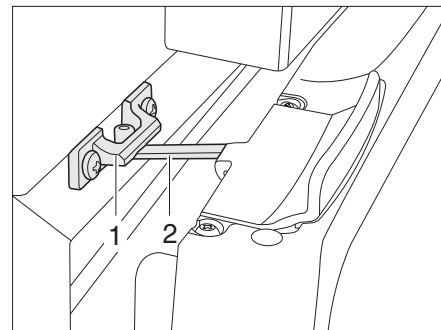

Fig. 329 Puerta del frigorífico en posición de ventilación (Thetford)
- Abrir el bloqueo (Fig. 329,2) y engatillarlo en el alojamiento del bloqueo (Fig. 329,1). De este modo, la puerta del frigorífico quedará ligeramente abierta.